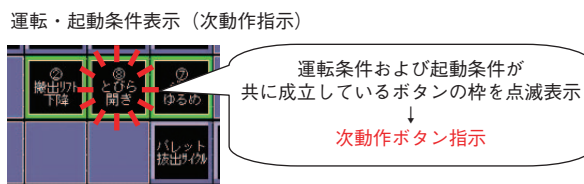

図 4 操作ガイダンス
- 2) 操作ガイダンス機能では、異常時の次動作ボタンが指示されるようになっている。これにより、機械停止での復帰動作をスムーズに行うことが可能となっている（図 4）。